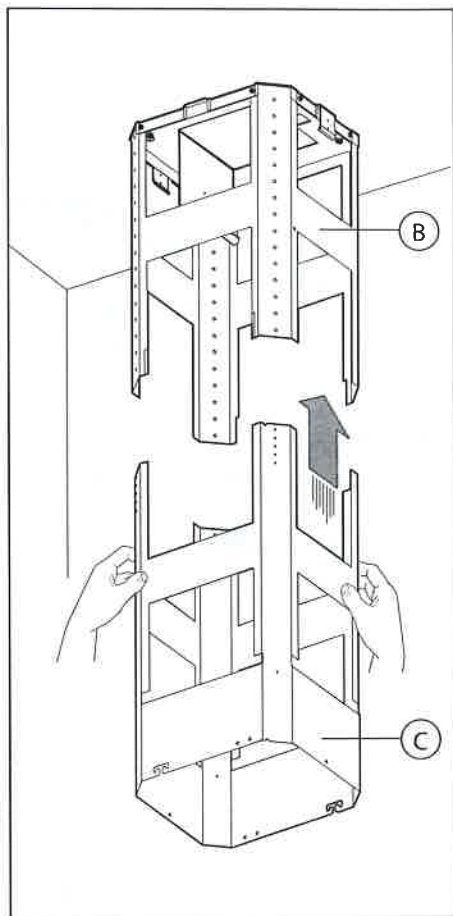
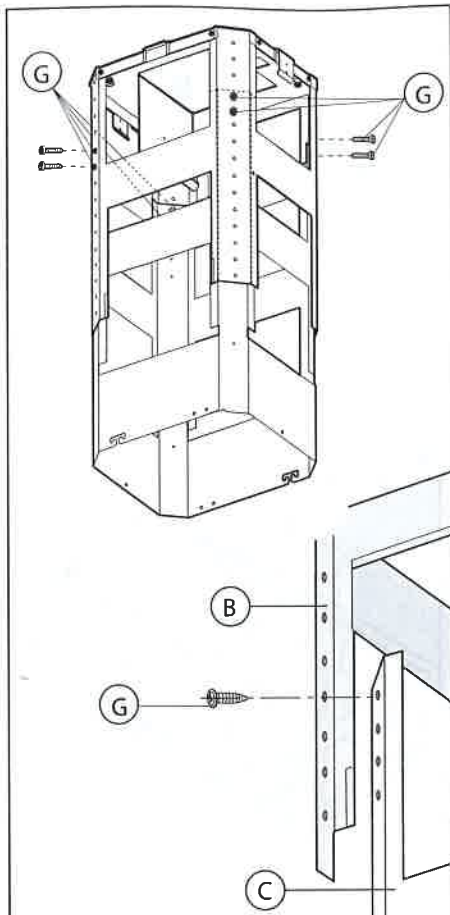
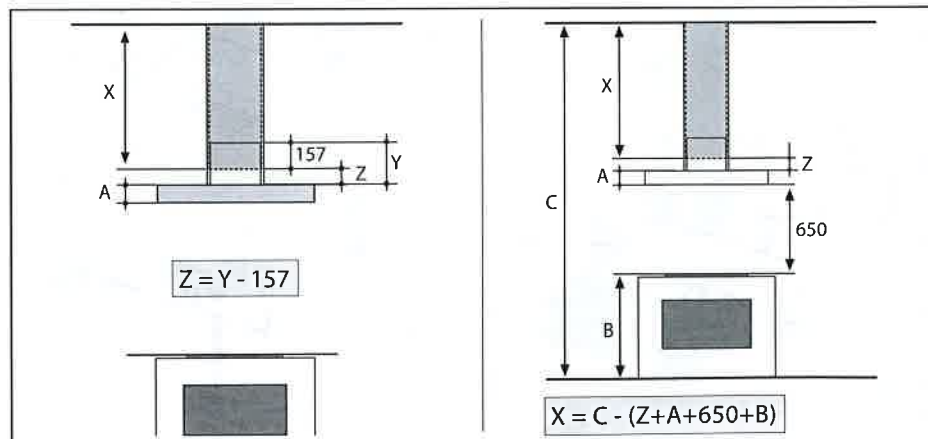

Fig.5
Fig.6
Fig.14
-Prendere la parte inferiore della struttura telescopica **C** ed inserirla su quella superiore **B** (Fig.5). Regolare l'altezza desiderata facendo riferimento alle quote indicate in (Fig.14) e bloccarla mediante le 8 viti **G** in dotazione (Fig.6).